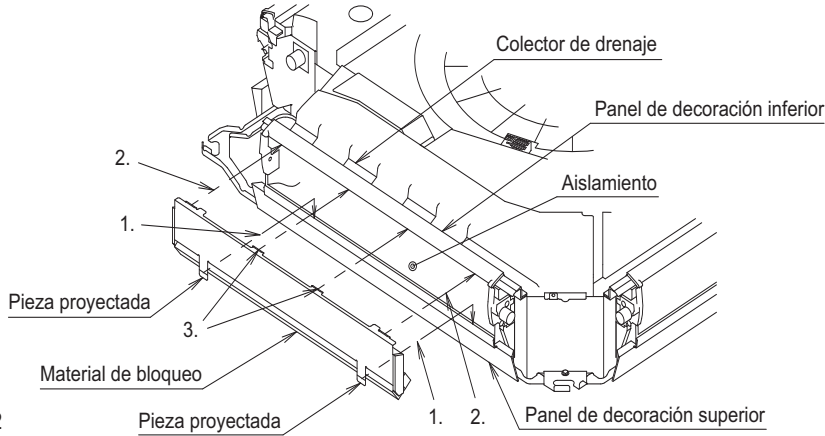
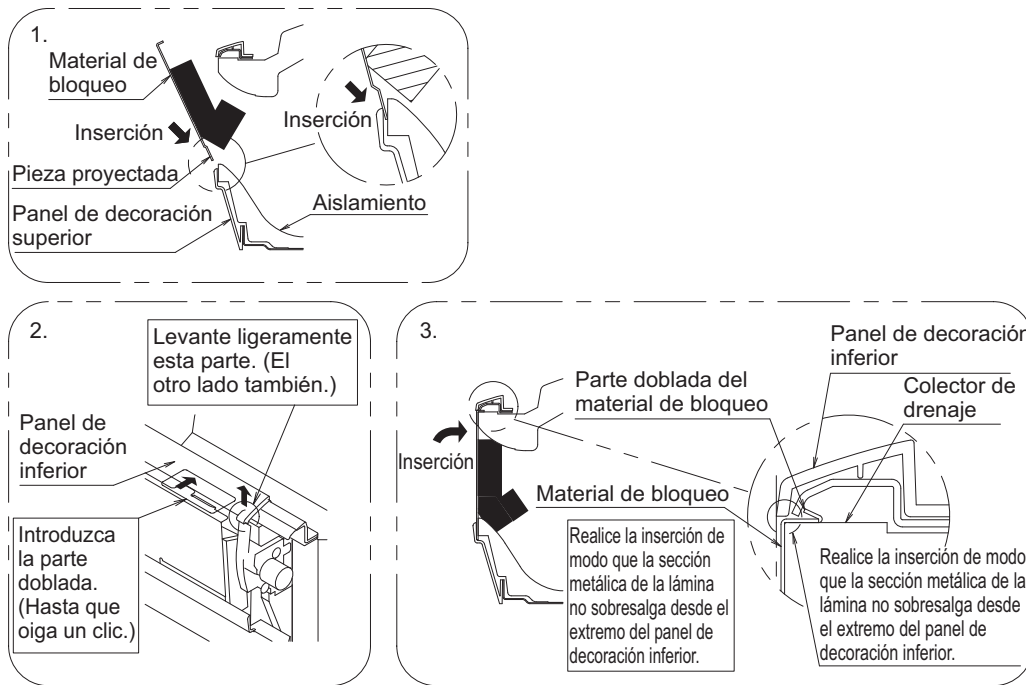

Fig. 12
Fig.13
(2) Fije el material de bloqueo en la salida de aire. (Consulte la Fig. 12 y Fig. 13)